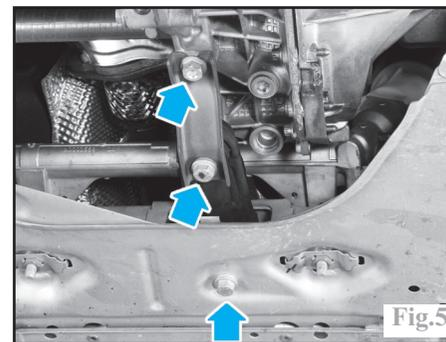

Fig.5
- le tirant antibasculement avec sa patte (Fig.5).